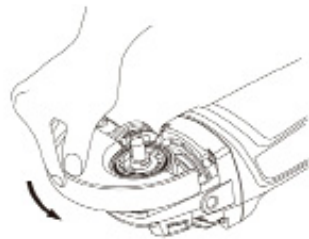

IMAGEN 2
9.3. Capa de protección: Por favor, apunte el extremo convexo de la capa de protección para la boca de encaje de la cobertura frontal, y después, gire el cuerpo de la capa de protección en 180 grados. (IMAGEN 2)